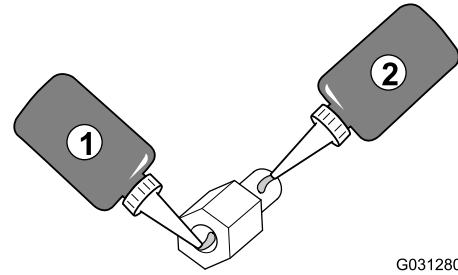

図 7
2. ねじ山付きスタンドオフのナットのねじ溝部分にロックングコンパウンド浸潤性ウィッキングタイプ、保持力は中強を塗る 図 7。
4. ねじ山付きスタンドオフのスタッドのねじ山部分にロックングコンパウンド浸潤性ウィッキングタイプ、保持力は中強を塗る 図 7。